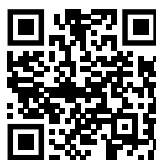

Fig. 121
- Otworzyć Liebherr SmartMonitoring Dashboard. (patrz Fig. 121)